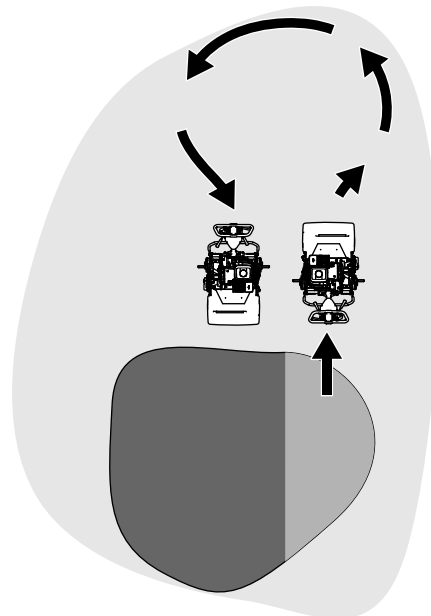

Figura 19
- Gire la máquina fuera del green, elevando el molinete (empujando el manillar hacia abajo) y realizando un giro en forma lágrima sobre el tambor de tracción (Figura 19).
1. Localice la palanca de engranaje de la tracción en la caja de engranajes de la transmisión (Figura 19).